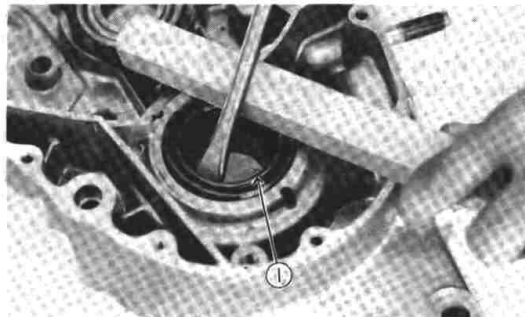

Fig. 3-4-34
a. Pry oil seal(s) out of place using a slot head screwdriver. Always replace all oil seals when overhauling engine. (Fig. 3-4-34)
Place a piece of wood under the screwdriver to prevent damage to case. (Fig. 3-4-34)
Remplacez toujours tous les joints d'étanchéité quand vous révisiez le moteur. (Fig. 3-4-34)
Placez un morceau de bois sous le tournevis pour éviter d'endommager le carter. (Fig. 3-4-34)